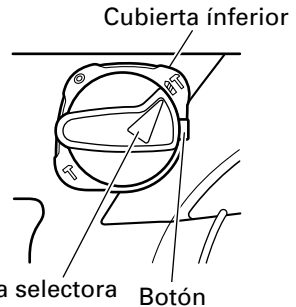

Fig. 6
(1) Cambio a “rotación + martilleo”
- (b) Alinee la marca ▲ de la palanca selectora y  del sujetador de palanca, tal como se muestra en la Fig. 6.